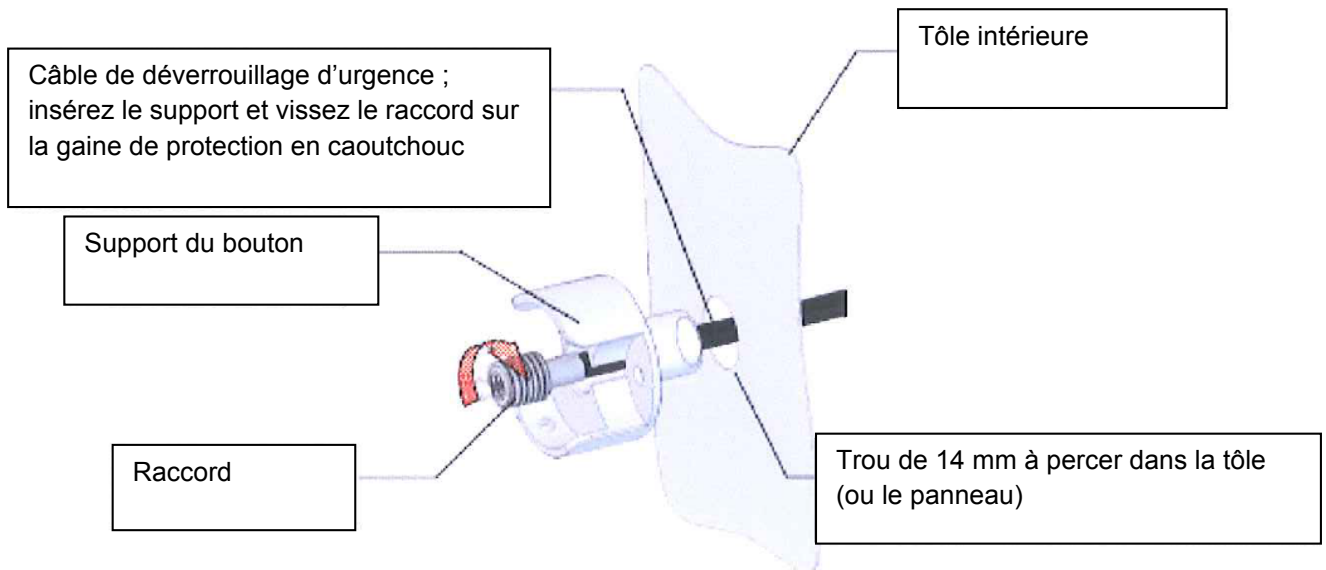

Fig. 23
Étape 1 : Perçage de la porte (et/ou du panneau). Insérez le câble dans le support métallique et vissez le support (Fig. 23).